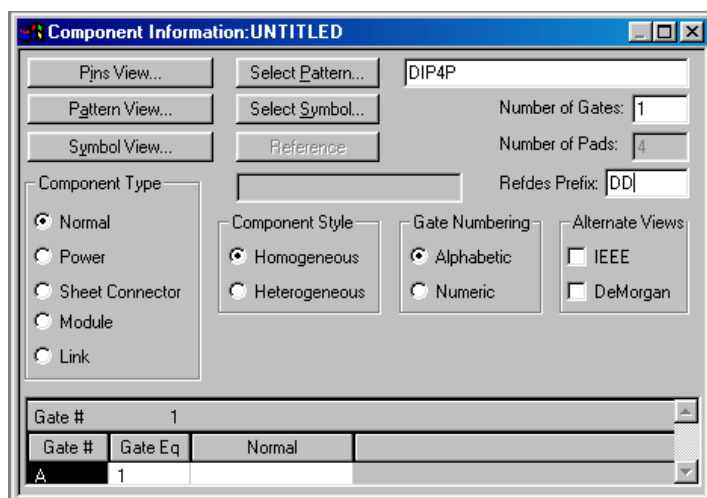

Рис.1
- в поле **RefDes Prefix** (префикс позиционного обозначения) ввести **DD**. В результате получим настройки представленные на рис.1.